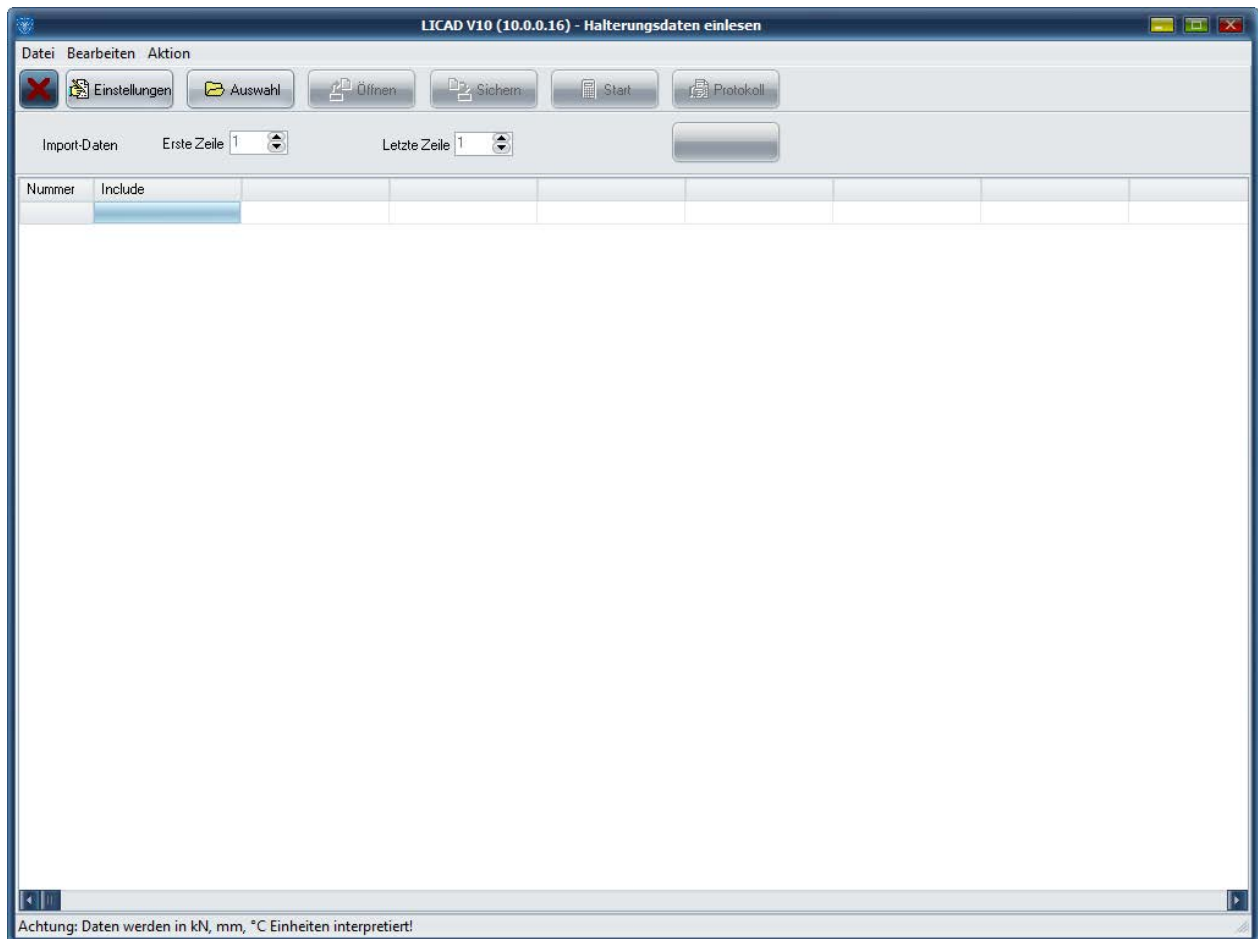

Bild 30: Einlesen von Konfigurationsdaten aus einer Excel-Tabelle oder Textdatei
1. Schritt: Die Einstellungen für den Importvorgang sind im Einstellungsfenster vorzunehmen. Das Einstellungsfenster ist über den Button "Optionen" siehe (Bild 30) zu erreichen.